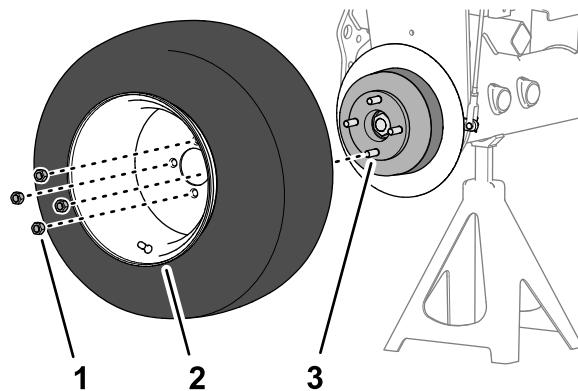

Figura 75
1. Monte la rueda en el cubo con las 4 tuercas de rueda (Figura 75), y apriete las tuercas a mano.